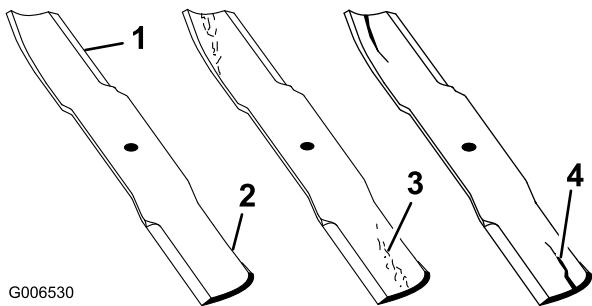

Figura 52
1. Controllate i taglienti (Figura 52).
2. Controllate le lame, in particolare l'area curva (Figura 52).
Nota: In caso di danni, usura o scanalature nell'area (voce 3 e 4 nella Figura 52) montate immediatamente una nuova lama.